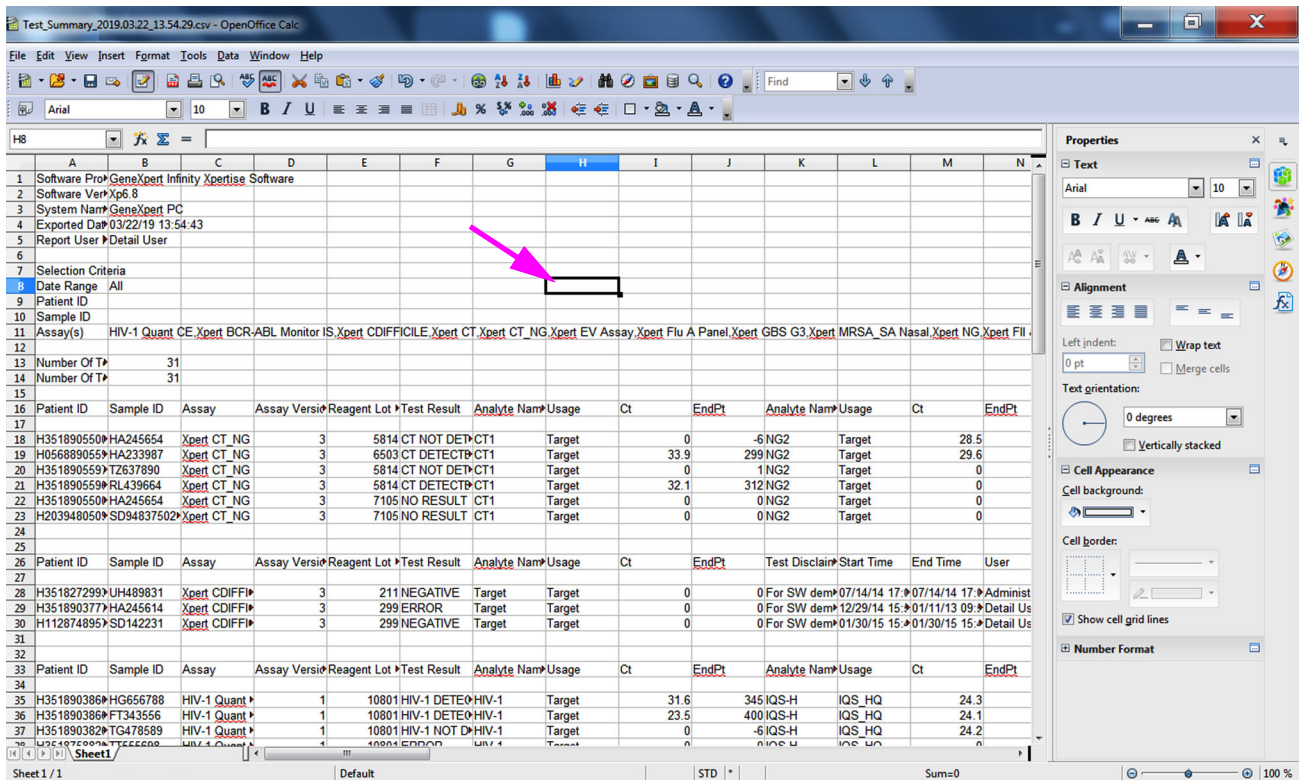

图 C-15. 带已调整列的文件最终视图
10. 单击**默认值 (Default value)** 左侧的复选框，然后单击 **确定 (OK)** 关闭对话框。然后，列宽会被调整且文件将被格式化，如图 C-15 所示。单击空白列的任何地方以取消选中蓝色单元格，将单元格再次变为白色。